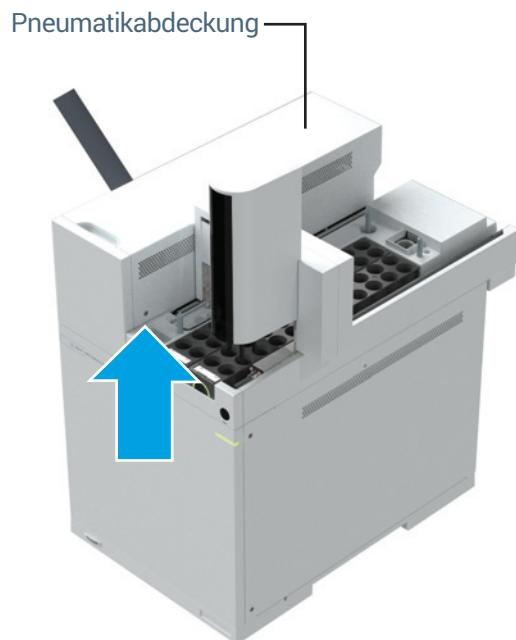

Abb.3. Entfernen Sie die T-20-Torx-Schraube von der Pneumatikabdeckung.
- 2 Entfernen Sie die T-20-Schraube zur Sicherung der Abdeckung (Abbildung 3).